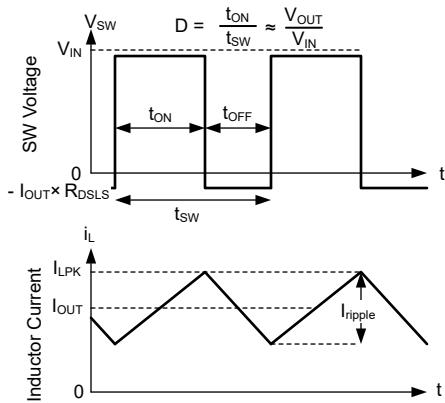

図 7-13. 連続モード (CCM) における SW 電圧とインダクタ電流の波形
LM684x5-Q1 の以下の動作の説明は、セクション 7.2 と 図 7-13 の波形を参照しています。両方とも、内蔵ハイサイド (HS) およびローサイド (LS) NMOS スイッチを各種デューティサイクル (D) でオンにすることで、制御された出力電圧を供給します。HS スイッチのオン時間の間、SW 端子の電圧 (V_{SW}) は V_{IN} の付近までスイングし、インダクタ電流 (i_L) は線形的な傾きで増加します。HS スイッチは、制御ロジックによってオフにされます。HS スイッチのオフ時間 (t_{OFF}) の間、LS スイッチはオンにされます。インダクタ電流は LS スイッチを通して放電され、LS スイッチの両端の電圧降下によって V_{SW} をグランドより低い電圧まで強制的にスイングさせます。一定の出力電圧を維持するため、レギュレータ ループはデューティサイクルを調整します。D は、HS スイッチのオン時間をスイッチング周期で割った値として次のように定義されます。 $D = T_{ON} / (T_{ON} + T_{OFF})$ 。